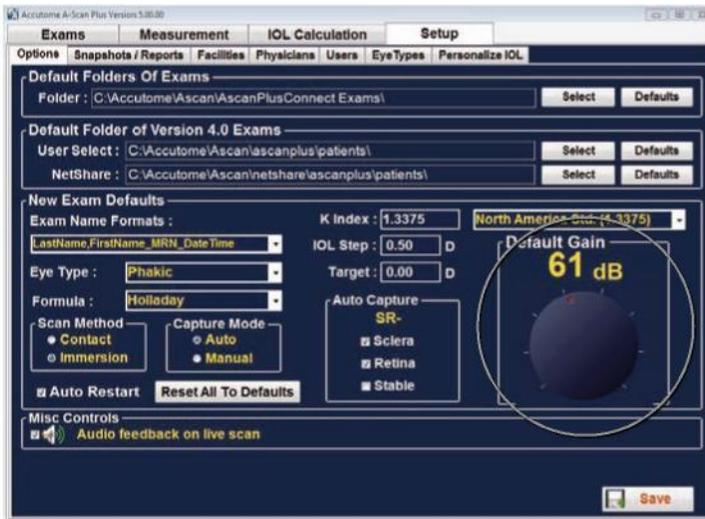

Figura 5-21 Manopola Regolazione Guadagno (Gain)
1. Selezionare il punto di trascinamento rosso sulla manopola di regolazione del guadagno, come mostrato nella figura 5-21.